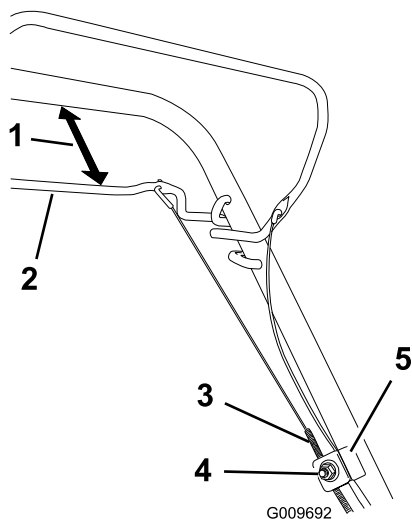

Bild 48
1. Lösen Sie die Kabelstützenmutter (Bild 48).
2. Halten Sie den Selbstantriebsbügel 25 bis 38 mm vom Bügel entfernt (Bild 48).
3. Ziehen Sie den Kabelmantel (zur Maschine), bis das Kabel stramm ist (Bild 48).